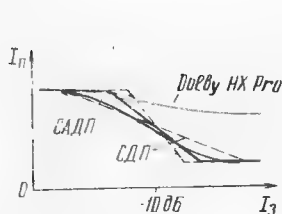

Рис. 9
являются и динамическими, и адаптивными. Название СДП дано новой системе только для того, чтобы отличить ее от предшественницы. Их главное отличие заключается в способе управления током подмагничивания, которое наглядно показано на рис. 9. Легко убедиться, что даже при правильной регулировке СДП-2 при некотором опорном уровне записи (-10 дБ) наклон ее характеристики регулирования может быть больше или меньше оптимального, удовлетворяющего условию (4), что про-